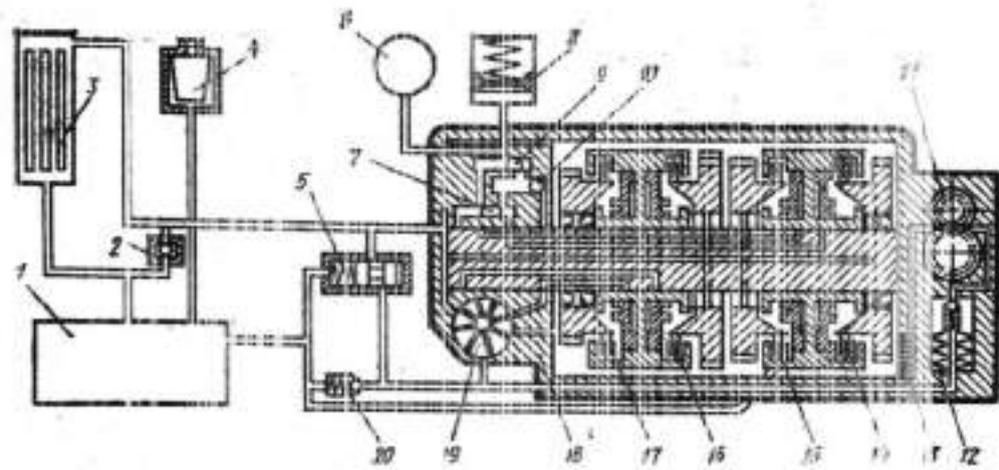

Рис. 12.3
2. Укажите позиции рис. 12.3. Объясните работу.